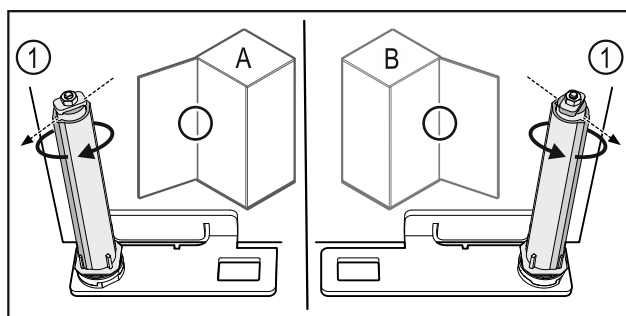

Fig. 55 Opritorul din stânga (A) / opritorul din dreapta (B)
- Rotiți sistemul de închidere până la rezistență, până când pragul sistemului de închidere Fig. 55 (1) este orientat spre exterior.